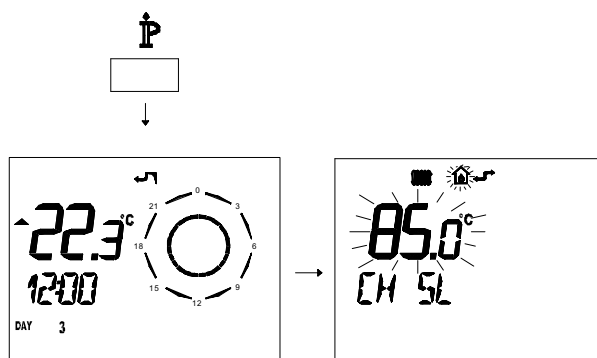

Figura 5.42
- Premere per più di 3 secondi il pulsante **⏏** para per entrare in modalità **INFO** (Figura 5.42).